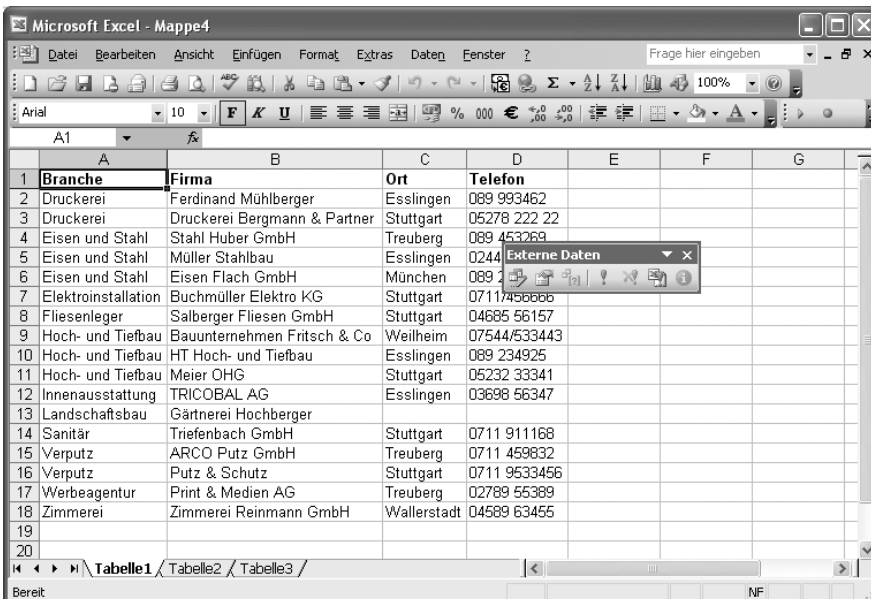

Abbildung 7.41 Die Access-Daten sind verknüpft
- ❶ Wählen Sie in einem leeren Tabellenblatt DATEN/EXTERNE DATEN IMPORTIEREN/NEUE ABFRAGE ERSTELLEN.
- ❷ Markieren Sie die Datenquelle oder den ODBC-Treiber für die Daten (zum Beispiel *Microsoft Access-Datenbank*), und starten Sie mit *OK*.
- ❸ Wählen Sie eine Tabelle oder Abfrage aus der Datenbank.
- ❹ Schicken Sie einzelne Spalten oder alle Spalten in die Abfrage. Klicken Sie auf die Schaltfläche *>*, werden alle Spalten der Tabelle in das rechte Listenfeld kopiert.
- ❺ In den nächsten Schritten können Sie die Daten noch filtern oder sortieren, bestätigen Sie alle weiteren Abfragen mit Klick auf *Weiter*.
- ❻ Im letzten Schritt geben Sie an, wohin die Daten kopiert werden. Sie können die Daten an Excel übergeben, Query starten oder einen OLAP-Cube aus der Abfrage machen. Das Speichern der Abfrage ist nur nötig, wenn Sie diese in anderen Tabellen wieder aktivieren wollen. Klicken Sie auf *Fertig stellen*, und setzen Sie die Daten in die erste Zelle der Tabelle (siehe Abbildung 7.41).